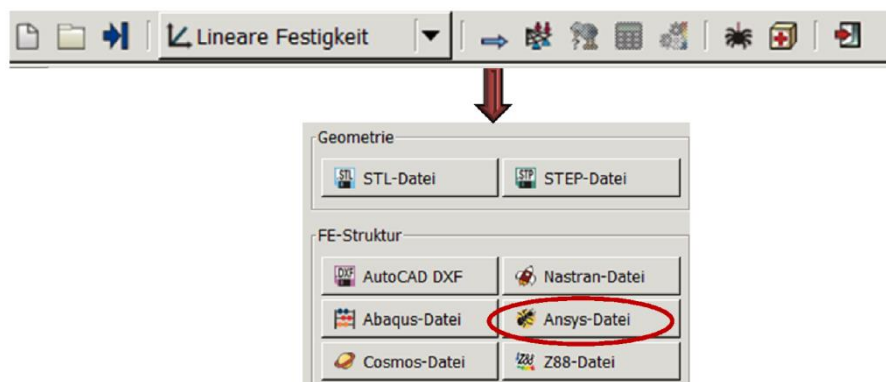

Abbildung 29: Aufruf des ANSYS-Konverters Z88ASY
3. Importieren Sie das Simulationsmodell in Z88Aurora, wie in Abbildung 29 beschrieben. Dazu wählen Sie unter *Datei > Import > ANSYS-Datei*.